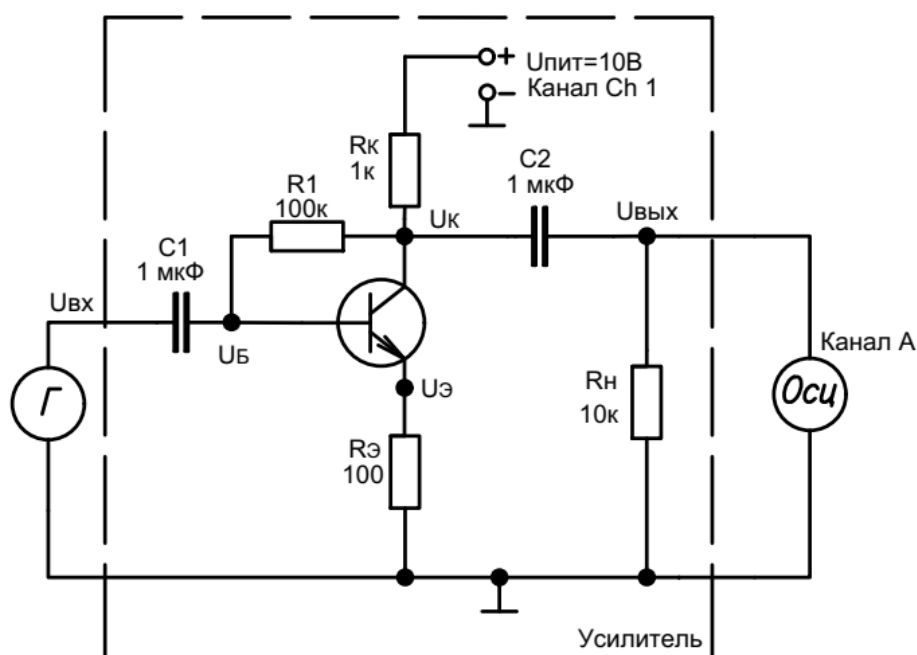

Рисунок 8 – Усилитель с коллекторной стабилизацией
Для исследования усилителя собрана схема (рисунок 8). Параметры входного сигнала: размах сигнала $U_{вх} = 30 \text{ mV}_{pp}$, частота $f = 1 \text{ кГц}$, форма сигнала – синусоидальная. Напряжение питания усилителя – 10В. Для оценки параметров выходного сигнала усилителя подключен канал А (1) осциллографа (Осц, рисунок 8).